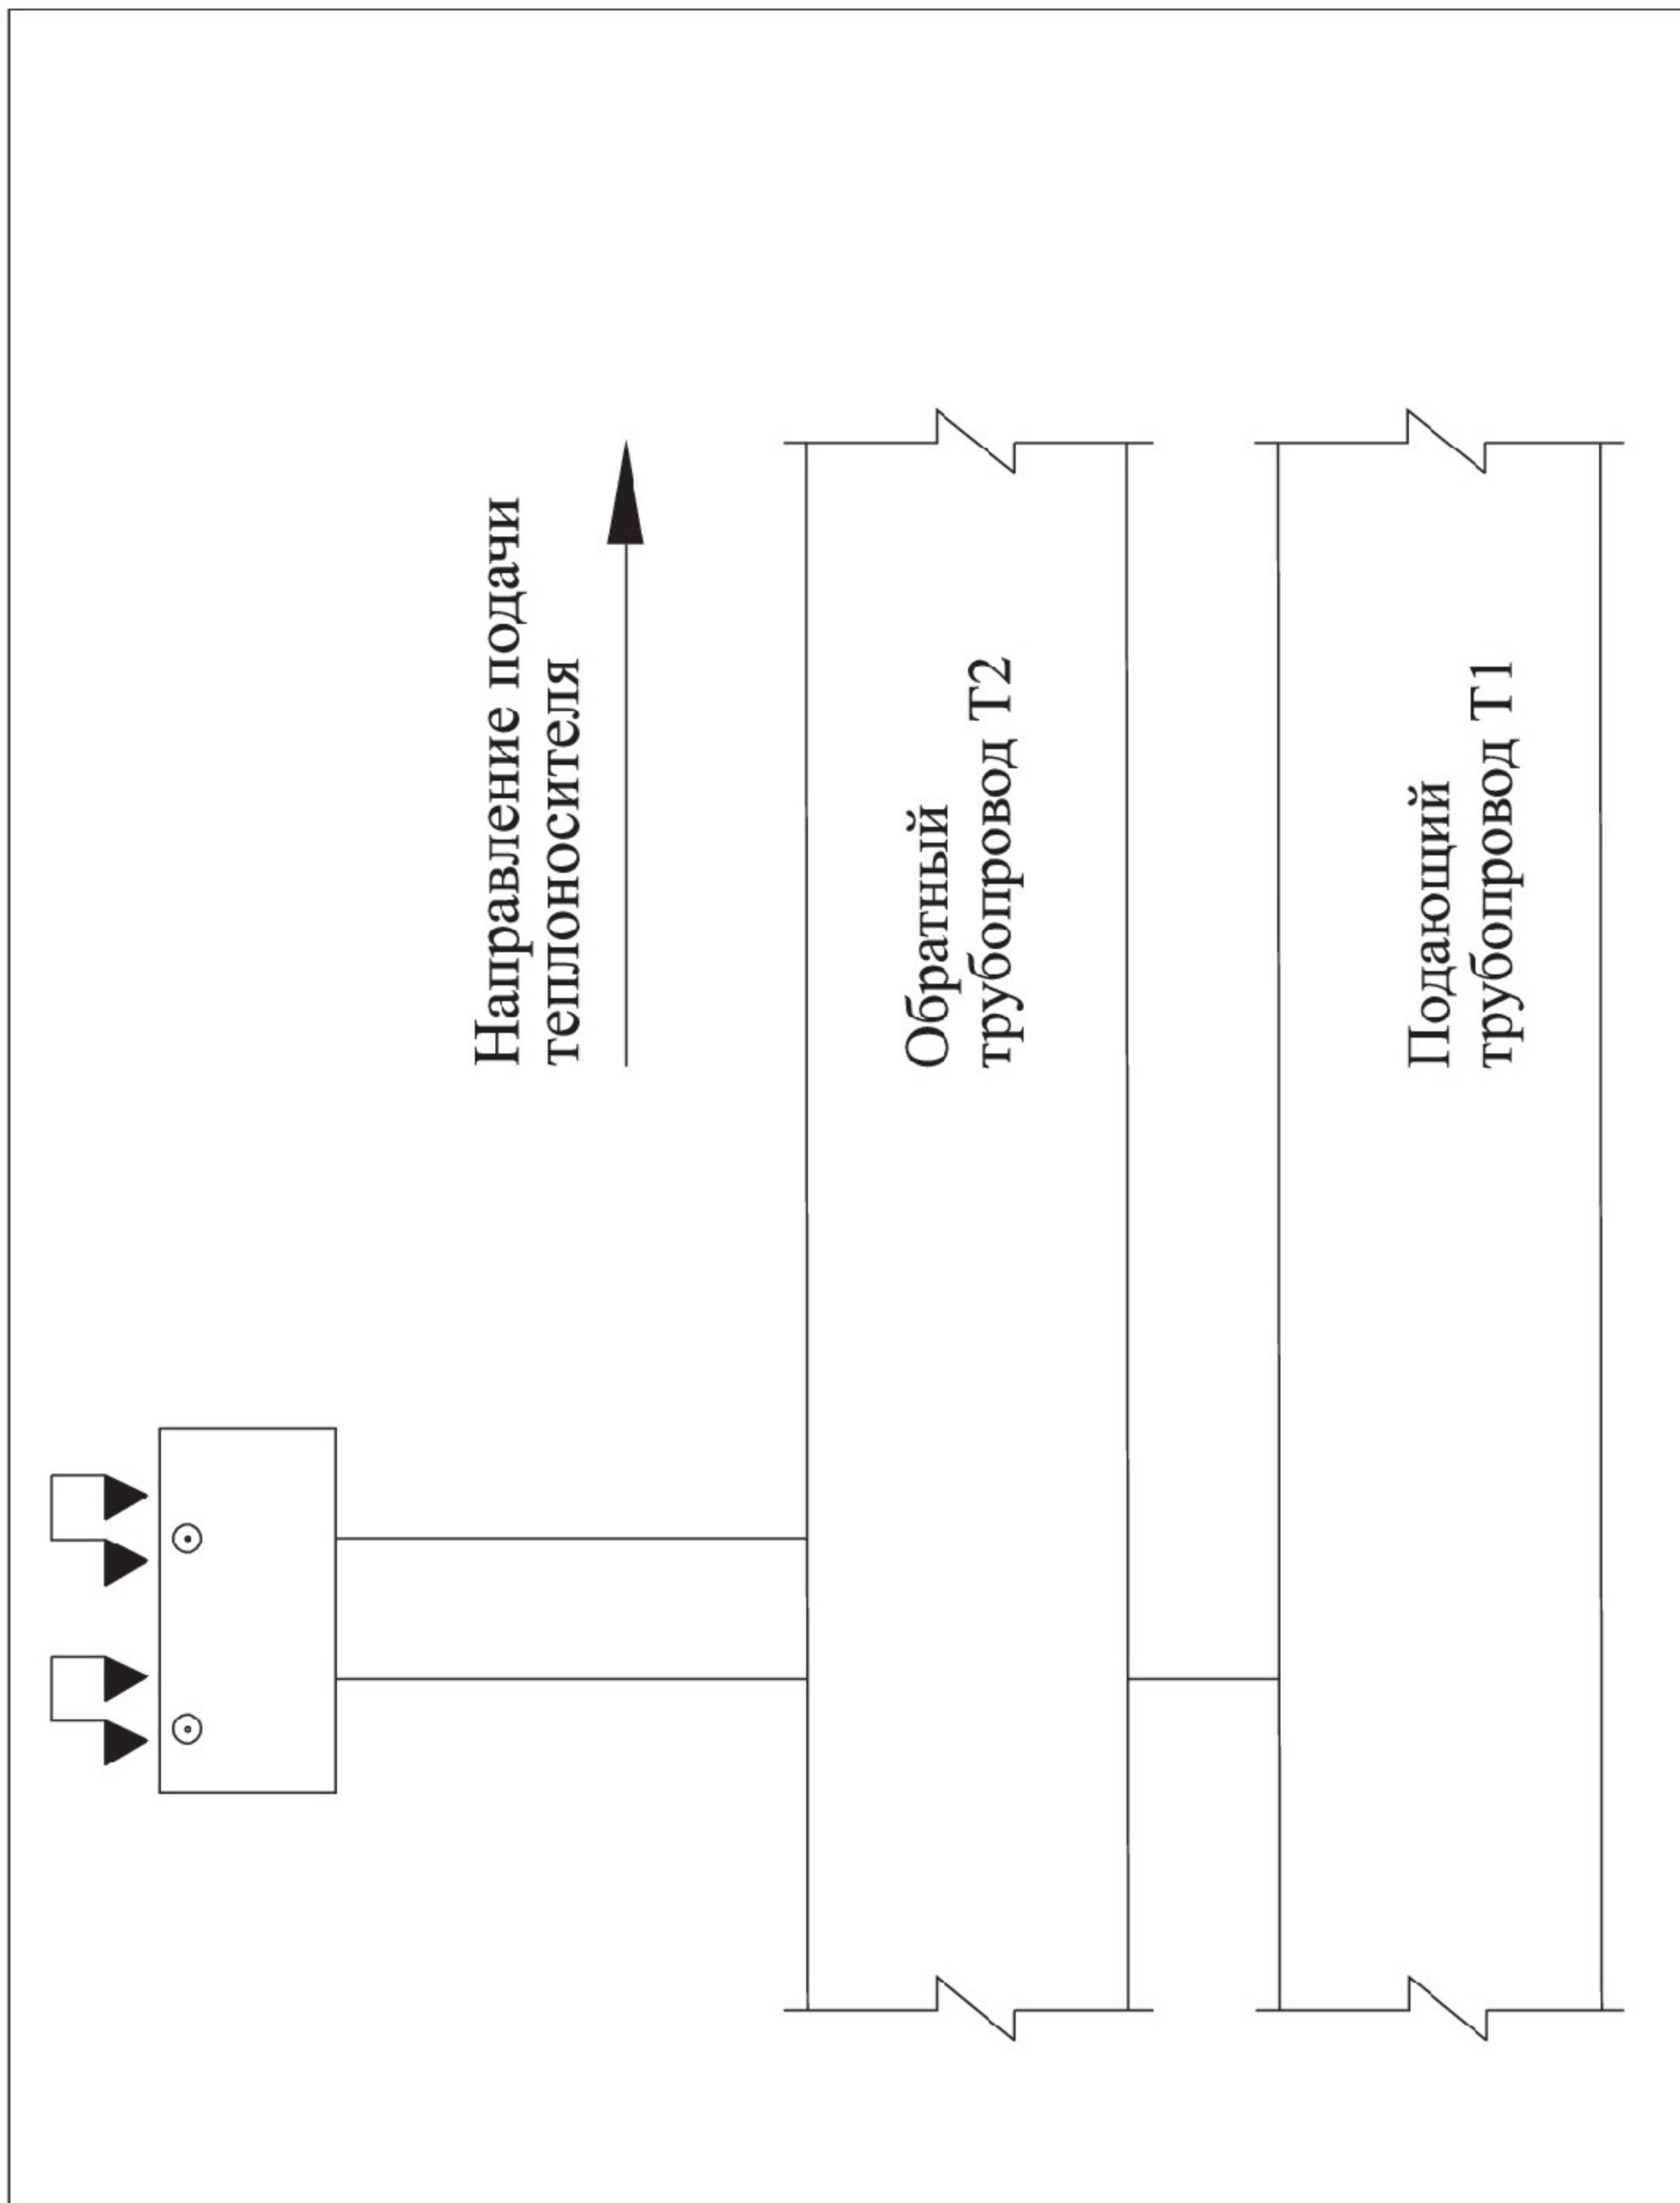
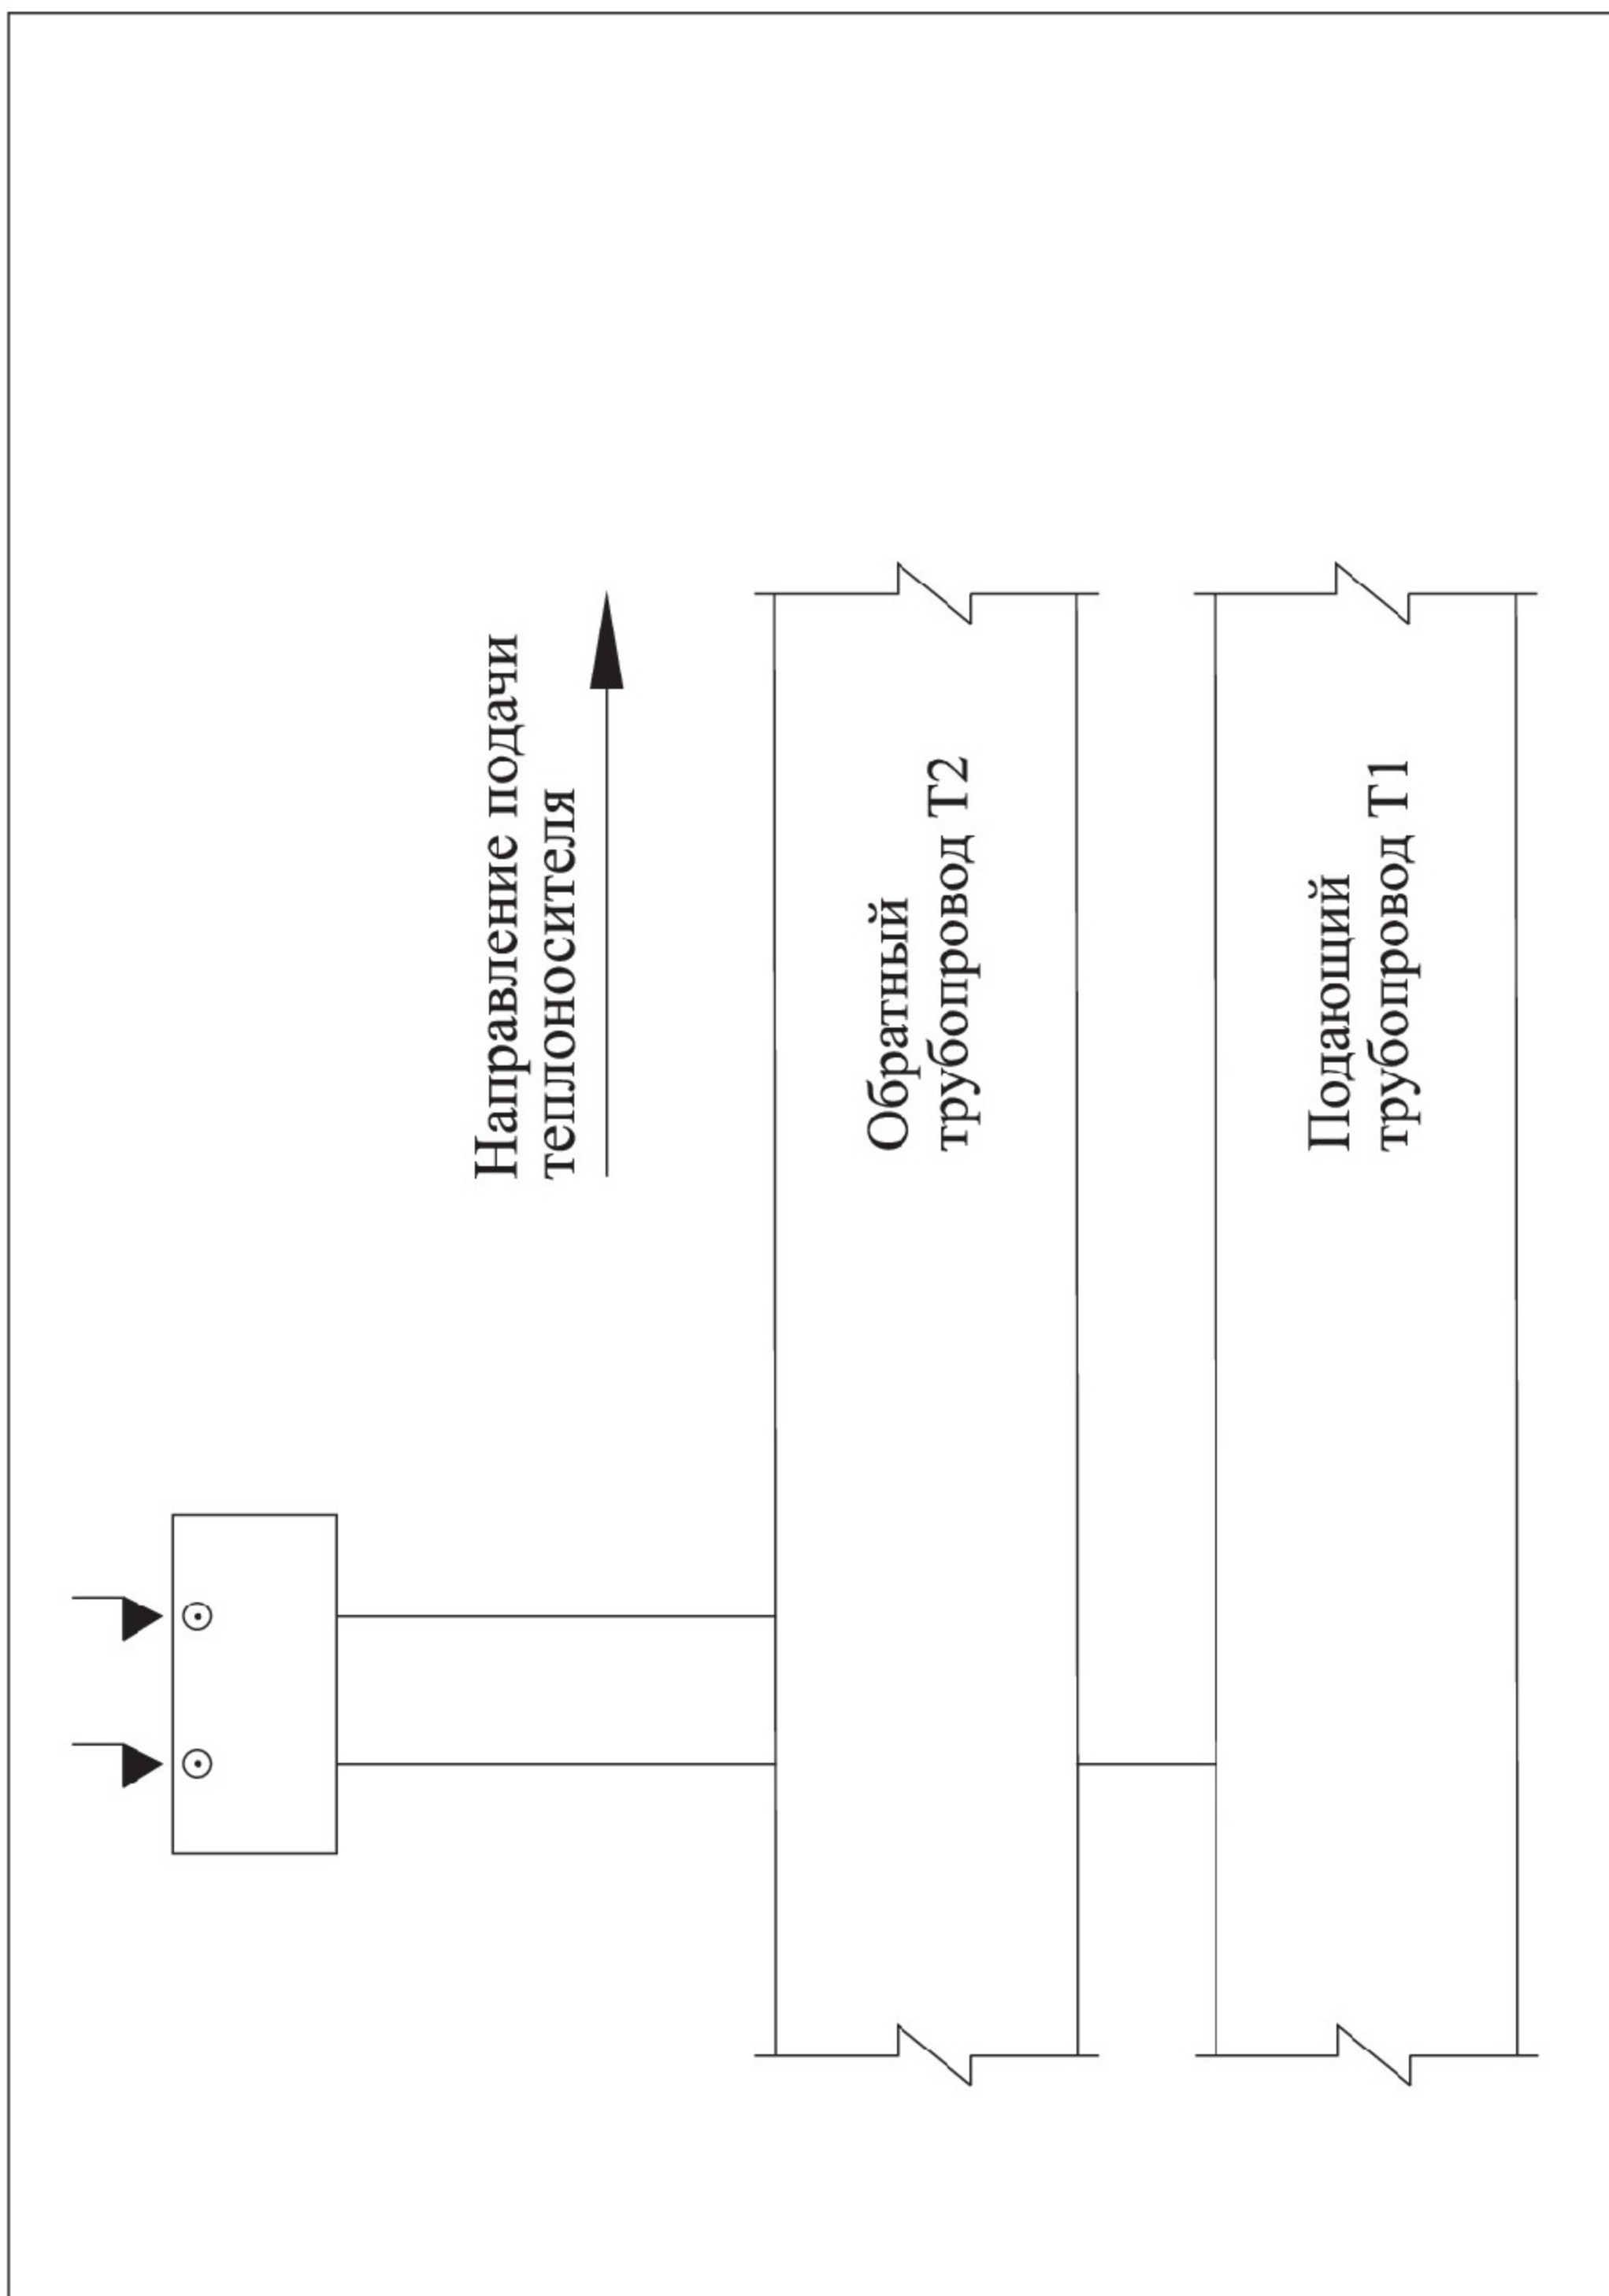

Рис. 2 Соединение одной двухтрубной системы ОДК
Рис. 3 Разъединение/закольцовка одной двухтрубной системы ОДК
- Рис. 2, 5.
контроля – Рис. 3, 6.
на принципиальной схеме (Рис. 2)	на электрической схеме (Рис. 3, 4)